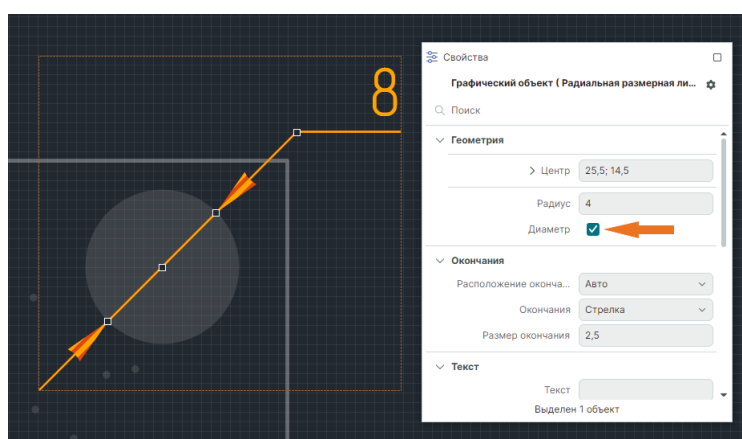

Рис. 297 Изменение измерения
5. В момент размещения и после измерение радиуса может быть изменено на измерение диаметра в панели «Свойства» с помощью установки флага в чек-бокс «Диаметр», см. Рис. 297.